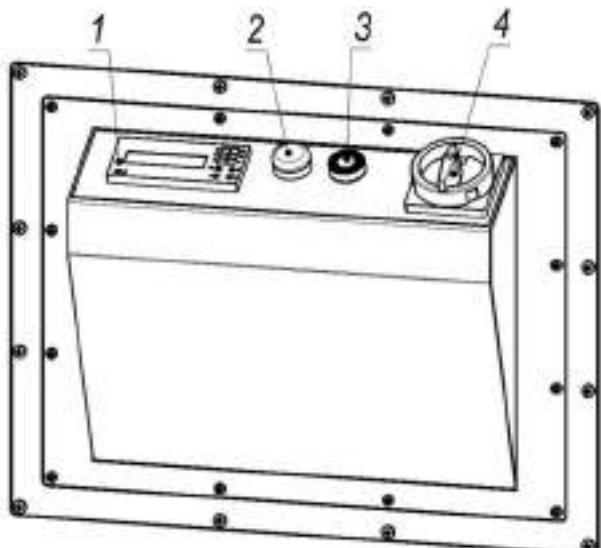

Рисунок 2
6.3.3 Контроллер расположен на панели управления (рисунок 2, поз. 1). Основные данные и инструкция по настройке контроллера приведена в его руководстве по эксплуатации.